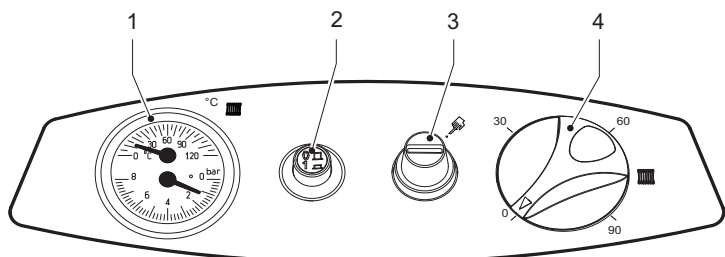

рис. 1 - Панель управления
- Поместите термостат регулировки котла (поз. 4 - рис. 1) на минимальное значение.
- Поместите термостат регулировки котла (поз. 4 - рис. 1) на требуемое температурное значение (не менее 50°).
Если повернуть термостат регулировки котла 4 (рис. 1) по часовой стрелке, температура воды в системе отопления повышается, и наоборот, против часовой стрелки - уменьшается. Температуру воды в системе отопления можно регулировать в пределах от 30° до 90°. Однако не рекомендуется эксплуатировать котел при температуре ниже 45°.
Задайте с помощью комнатного термостата нужную температуру внутри помещения. По команде от комнатного термостата котел нагревает воду в системе отопления до температуры, заданной с помощью термостата регулировки котла 4 (рис. 1). При достижении в помещении желаемой температуры котел выключается.
При заполнении холодной системы отопления, давление воды, контролируемое по показанию установленного на котле термометра (поз. 1 - рис. 1), должна составлять примерно 1,0 бар. Если во время работы давление воды в системе упало (из-за испарения растворенных в воде газов) до величины ниже вышеуказанного минимума, пользователь должен открыть кран подачи воды и довести давление до первоначального значения. По окончании операции всегда закрывайте кран подачи воды.
Блокировка котла вследствие недостаточного удаления продуктов сгорания	Откройте крышку термостата дымовых газов (поз. 3 - рис. 1) и нажмите на кнопку под ним. В случае повторяющихся блокировок котла обратитесь в ближайший сервисный центр